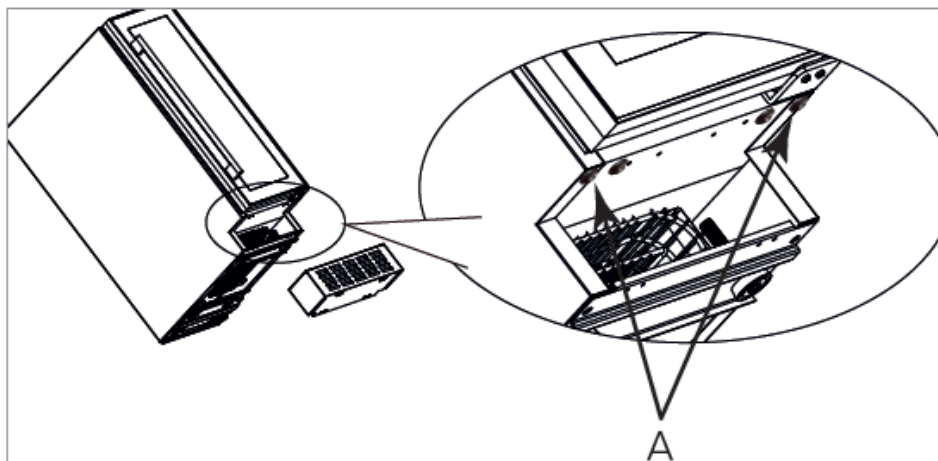

Fig. 14
4. Falls vorhanden, entfernen Sie die beiden Schrauben, die durch Pfeile gekennzeichnet sind und in Abb. 14 mit "A" gekennzeichnet sind.